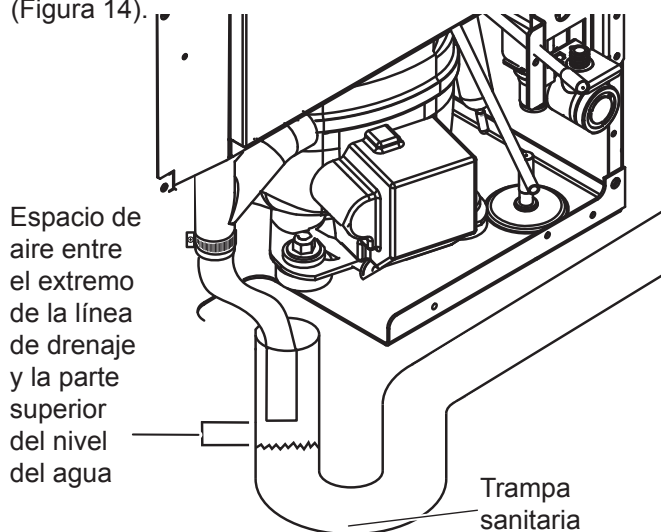

Figura 13: Ejemplo de un drenaje abierto.
- c. Que su línea de drenaje esté introducida en un drenaje abierto (Figura 13).